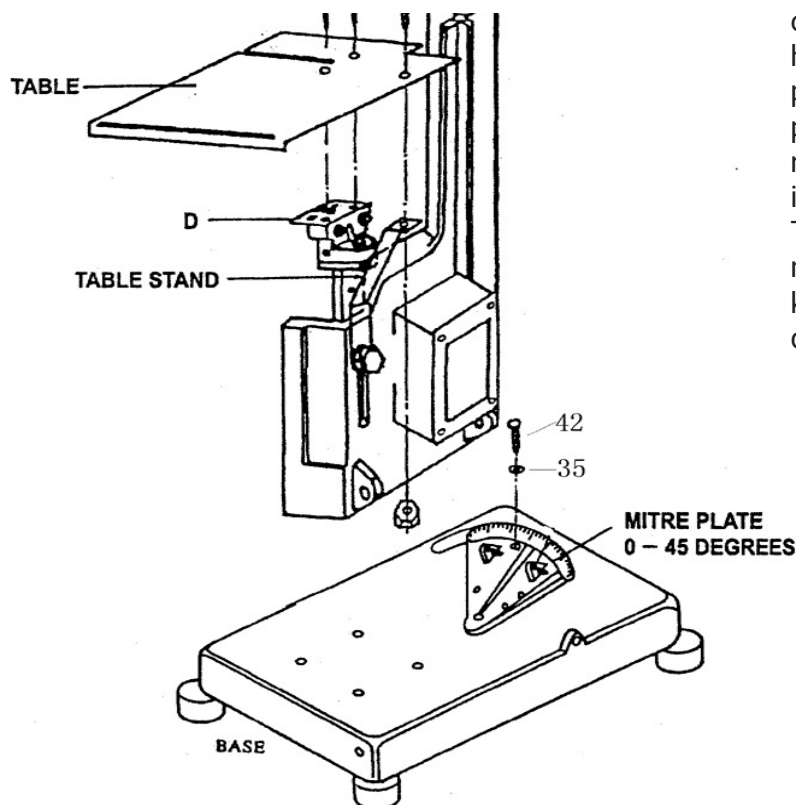

Fig. 6
5. Hvis du vil skære emnet i en vinkel mellem 0 grader og 45 grader, skal du løsne skruerne (billede 6, punkt 42), dreje savhovedet i henhold til vinklen målt på geringspladen (styklister, artikel W7), og spænde skruerne (fig. 6, punkt 42) ved den ønskede position; gentag derefter trin 1 til 4.
Samling af bordet (se fig. 6):
1. Løsne A- og B-skruerne fra klingestyret. Fjern derefter pladen D og monter bordstativet i henhold til ovenstående billede fig.6.